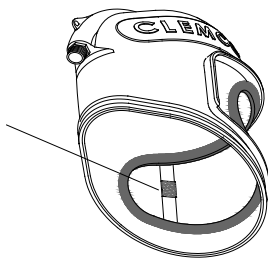

Abbildung 6
2.1.3.2 Den transparenten Befestigungsstreifen an der Innenseite der inneren Scheibe und in der Nut der Scheibendichtung, in der sich auch die innere Scheibe befindet, anbringen, wie in Abbildung 6 dargestellt. Den